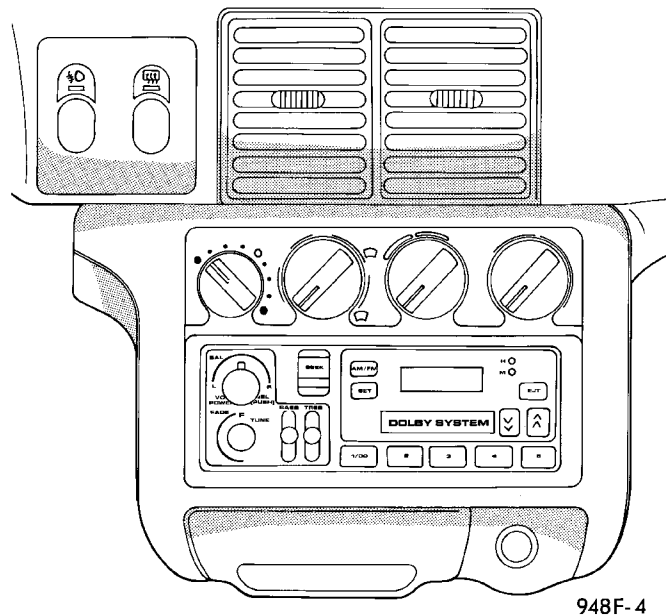

Fig. 6 Center Module Bezel
- (1) Remove center module bezel (Fig. 6).